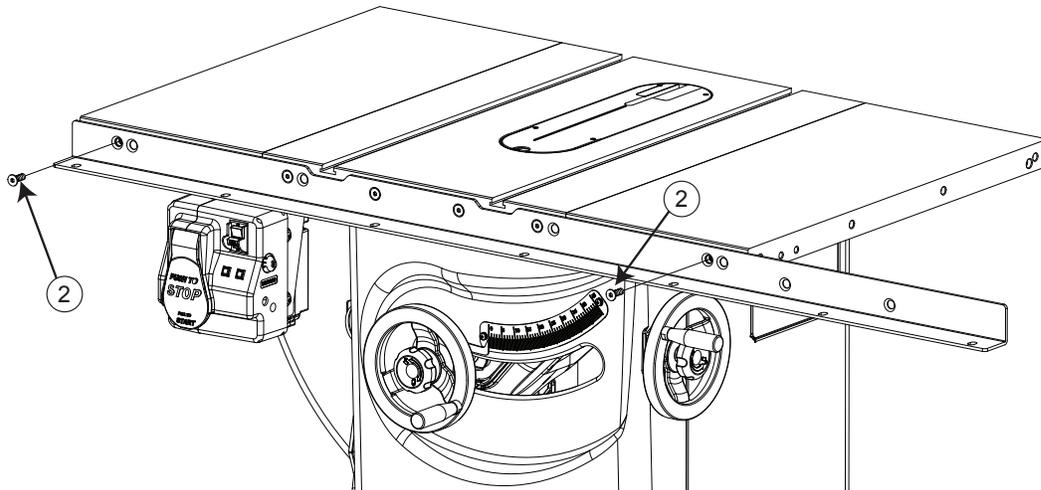

Fig. 3
3. Prenez deux boulons de douille à tête fraisée M8x1,25x25 et insérez-en un dans le trou ouvert à l'extrémité de chaque rallonge, comme indiqué sur la fig. 3.